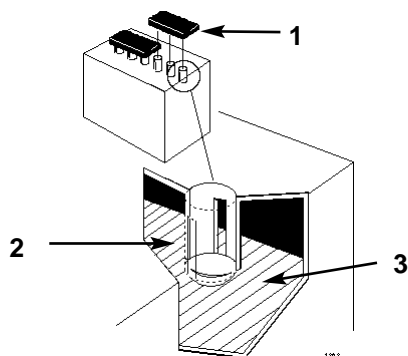

Figure 38
2. Aprite i coperchietti per guardare negli elementi. L'elettrolito deve raggiungere la parte inferiore del tubo. Osservate il lato della batteria: l'elettrolito deve raggiungere la riga "SUPERIORE" (Fig. 38); non permettete che scenda al di sotto della riga "INFERIORE" (Fig. 38).
2. Sollevate i tappi di riempimento (Fig. 38).
3. Versate lentamente dell'acqua distillata negli elementi della batteria, fin quando il livello non raggiunge la parte inferiore del tubo (Fig. 38).